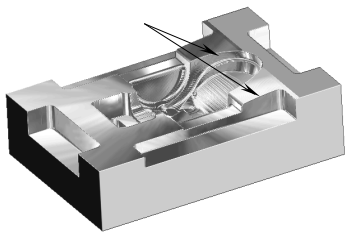

图 4-85 型腔顶面精加工仿真切削结果
3) 在 PowerMILL “仿真控制”工具栏中单击“运行”按钮, 系统即进行型腔顶面精加工仿真切削，其结果如图 4-85 所示。